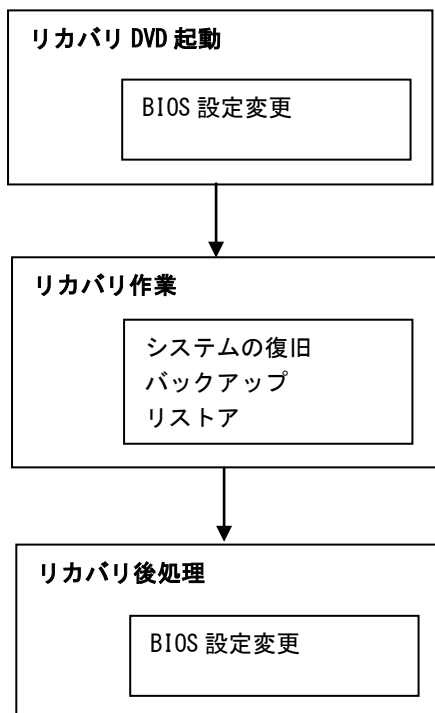

図 6-1-1. リカバリ DVD 使用の流れ
- ② 「6-1-1 リカバリ DVD 起動」を参考にリカバリ DVD を起動させます。
- ③ リカバリメイン画面（図 6-1-1-3）で[システムのバックアップ]を選択し、[次へ]ボタンを押します。
- ④ ソフトウェア使用許諾契約確認画面（エラー! 参照元が見つかりません。）が表示されます。使用許諾契約を確認し、使用許諾契約の諸条件に同意できる場合は[次へ]ボタンを押します。
- ① 「6-1-1 リカバリ DVD 起動」を参考にリカバリ DVD を起動させます。
- ② リカバリメイン画面 (図 6-1-1-3) で [システムのバックアップ] を選択し、[次へ] ボタンを押します。